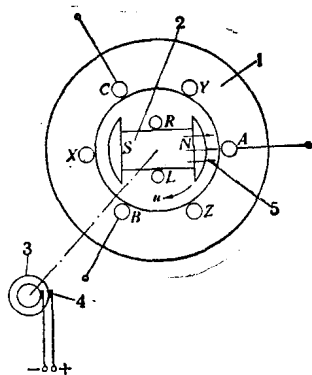
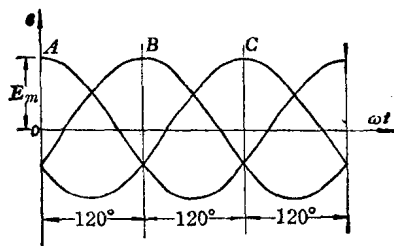

图 1-1 同步发电机示意图
图 1-3 三相电势波形
那么同步发电机怎么会发出三相交流电呢？我们利用图1-1来说明这个问题，图中画出的是同步发电机的示意图，以A—X代表定子的A相绕组（绕组也称线圈），B—Y代表定子的B相绕组，C—Z代表定子的C相绕组。三相绕组沿定子铁芯的内圆各相隔 120° 电角度安放^①。假定A、B、C是绕组的头，X、Y、Z是绕组的尾，R—L代表转子绕组，为了看起来较为清楚，这里画出的是一个凸极式转子，但所讲的原
转子磁场的轴线处磁力线最密，哪相定子绕组的导体正对磁场的轴线时，该导体中的感应电势就达最大值。三相绕组在空间互隔 120° ，同一个时间内转子磁场的轴线不可能同时对三个相，总是一个相一个相地轮换着，因此，三个相的电势也不能同时达到最大值，而是按照转子的旋转方向，即如图1-1中的箭头 n 所示的方向，先是A相达到最大值，然后是B相达到最大值，再后来就是C相达到最大值，如此循环下去。这种各相电势不能同时达到最大值而在时间上有个先后差别的情况，就是三相交流电的“相位差”。这里，A、B、C三相电势的相位差各为 120° 。把这三相电势随时时间变化的规律用图形表示出来，就如图1-3的波形所示。它们达到最大值的顺序，是A—B—C，我们称为“相序”。